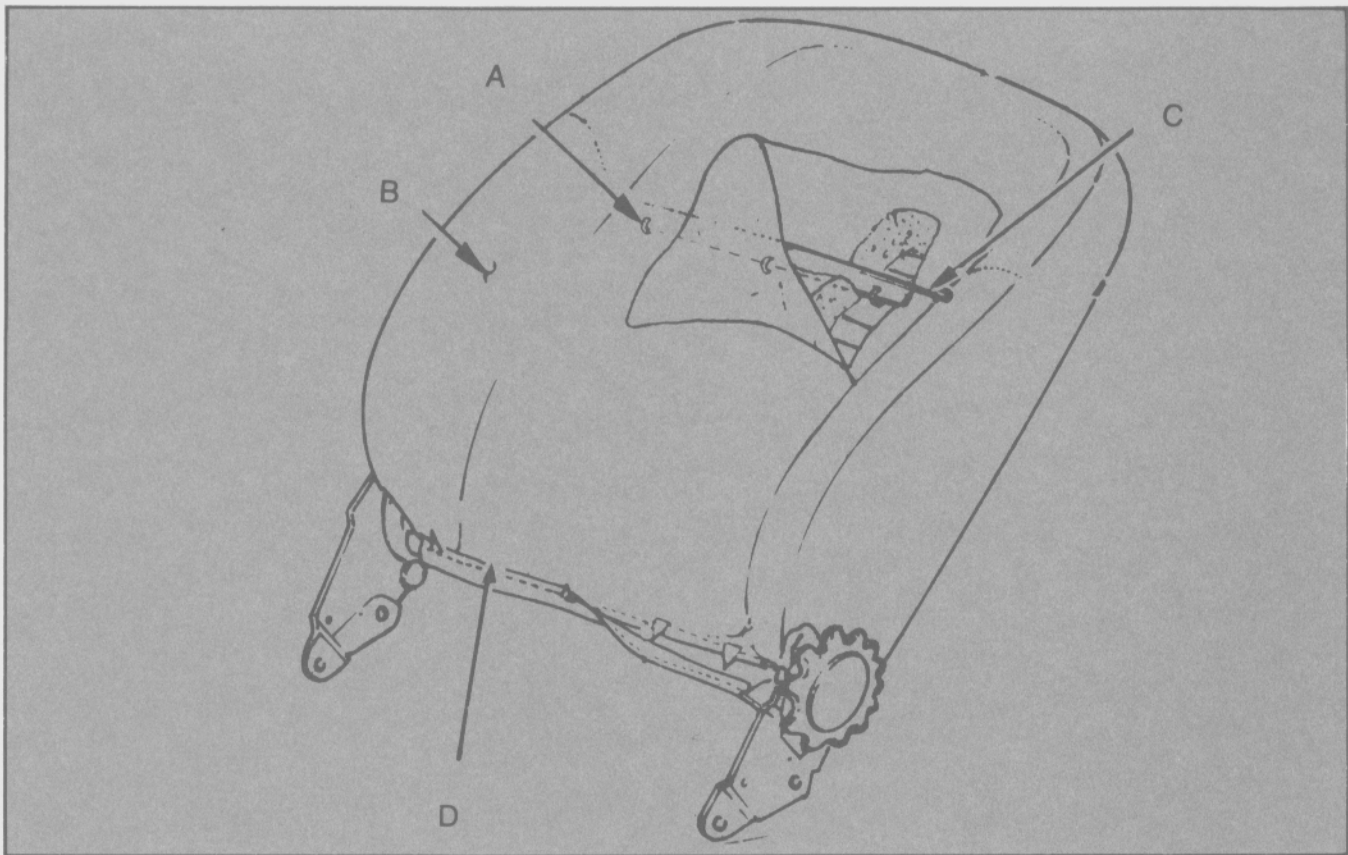

Fig. 31 - Tapizado de respaldo de asiento delantero.
A. RESPALDO. REEMPLAZO DE FUNDA (Fig. 31.)
- Enderezar las lengüetas de retención (5) del borde inferior del marco del respaldo.
- Elevar la parte trasera de la funda, utilizando un alicate retirar los clips de retención (3) de la varilla transversal de la funda del respaldo.